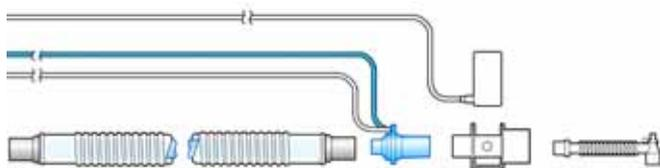

図 2-10. CO2 センサとエアウェイアダプタを患者の呼吸回路に接続
3. 以下の指示に従い、センサとエアウェイアダプタを患者の呼吸回路に接続します (図 2-10)。